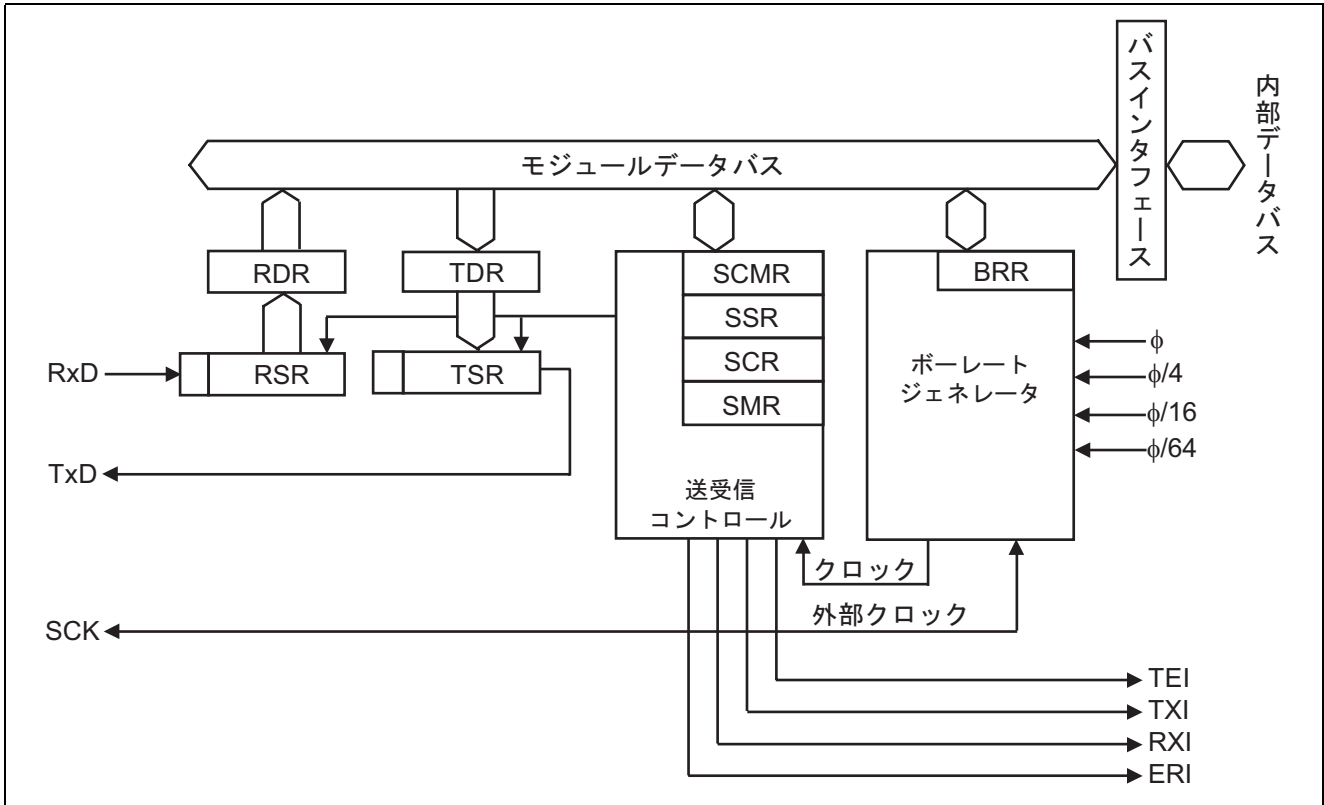

図2 クロック同期式シリアルデータ送信のブロック図
(1) シリアルコミュニケーションインタフェース (SCI) のブロック図を図 2 に示し、以下に SCI のブロック図について説明します。